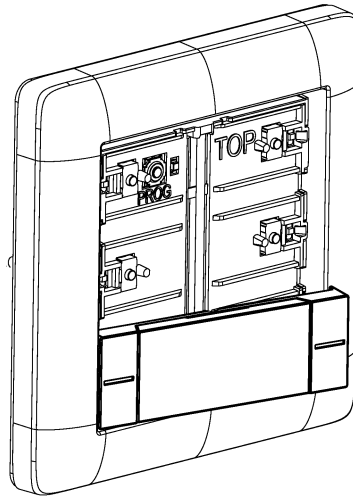

Bild 5: Placera vippkontakt på sidan
- Placera vippkontakt på sidan (se bild 5).